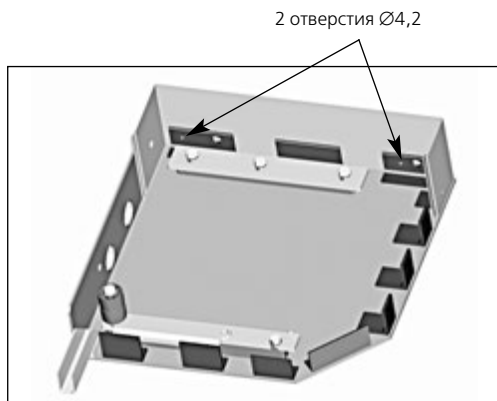

Рис.2.9
2. Разметить и сверлить совместно в уголках верхней части крышек и в задней панели короба по два отверстия  $\varnothing 4,2$  мм для последующей установки заклепок (рис.2.9);